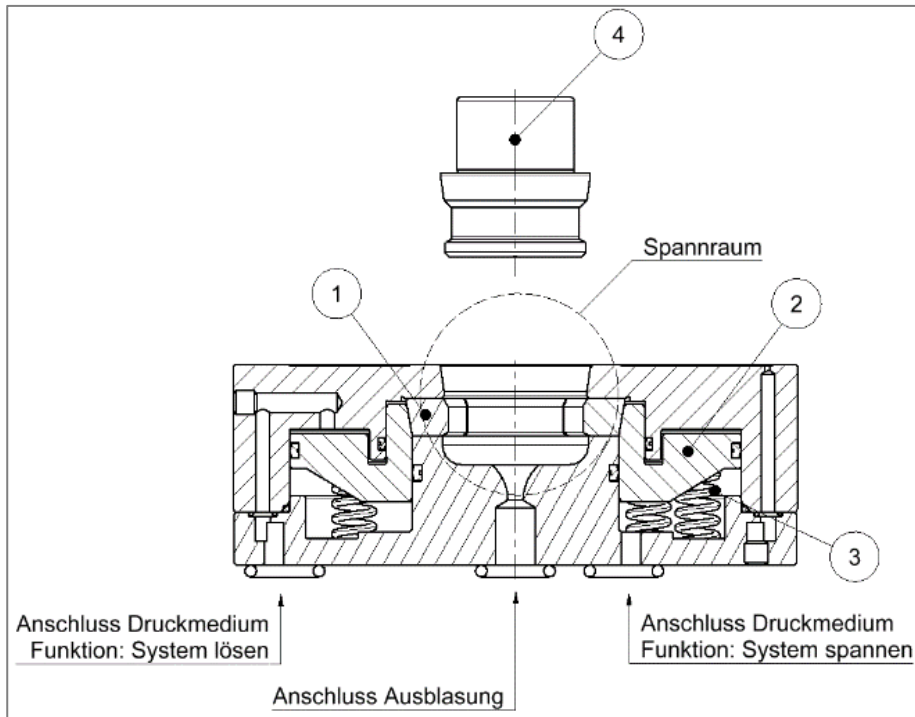

Abbildung 5 – Schnittbild Spann-/Lösevorgang
1. Um einen Spannvorgang einzuleiten, muss der Kolben (Abb. 5/2) am unteren Anschlag stehen. Das Druckmedium wird durch die Öffnung (System lösen) im Gehäuse über dem Kolben (Abb. 5/2) eingelassen.
2. Der Kolben (Abb. 5/2), der die Spannsegmente (Abb. 5/1) umschließt, lässt diese durch die Spreizsegmente öffnen.
3. Der Spannbolzen (Abb. 5/4), kann jetzt eingeführt werden und muss plan anliegen.
4. Wird das Druckmedium abgelassen, bewegt sich der Kolben (Abb. 5/2) durch die Kraft des Federpakets (Abb. 5/3) nach oben. Die Spannsegmente (Abb. 5/1) werden an den Kolben (Abb. 5/2) angelegt und umschliessen den Spannbolzen (Abb. 5/4).
5. Um den Spannvorgang abzuschliessen wird das Druckmedium durch die Öffnung (System spannen) im Gehäuse unter dem Kolben (Abb. 5/2) eingelassen. Das Druckmedium wird danach abgelassen und abgekuppelt.
1. Das Druckmedium wird durch die Öffnung (System lösen) im Gehäuse über dem Kolben (Abb. 5/2) eingelassen.
3. Der Spannbolzen (Abb. 5/4) kann nun aus dem Spanorraum gehoben werden.